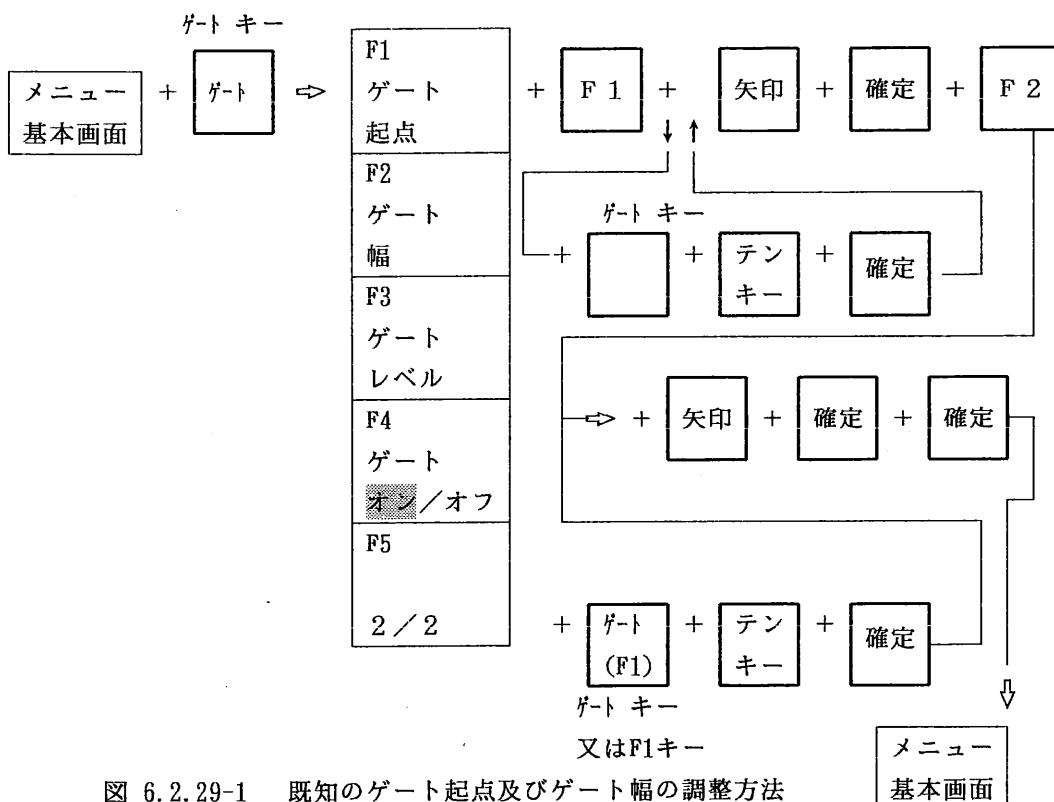

図 6.2.29-1 既知のゲート起点及びゲート幅の調整方法
- ① 機能キー【ゲート】を1回押して、メニューエリアに図 6.2.29-1 のゲートメニューを表示させます。
- ② 選択キー【F1】で【ゲート起点】を選択します。
- ③ 続いて探傷図形を観察しながら矢印キーでゲート起点の位置を調整します。
- ④ ゲート起点が既知の場合は、もう1回機能キー【ゲート】を押して、テンキー mode で予め判明している数値をテンキーで入力します。